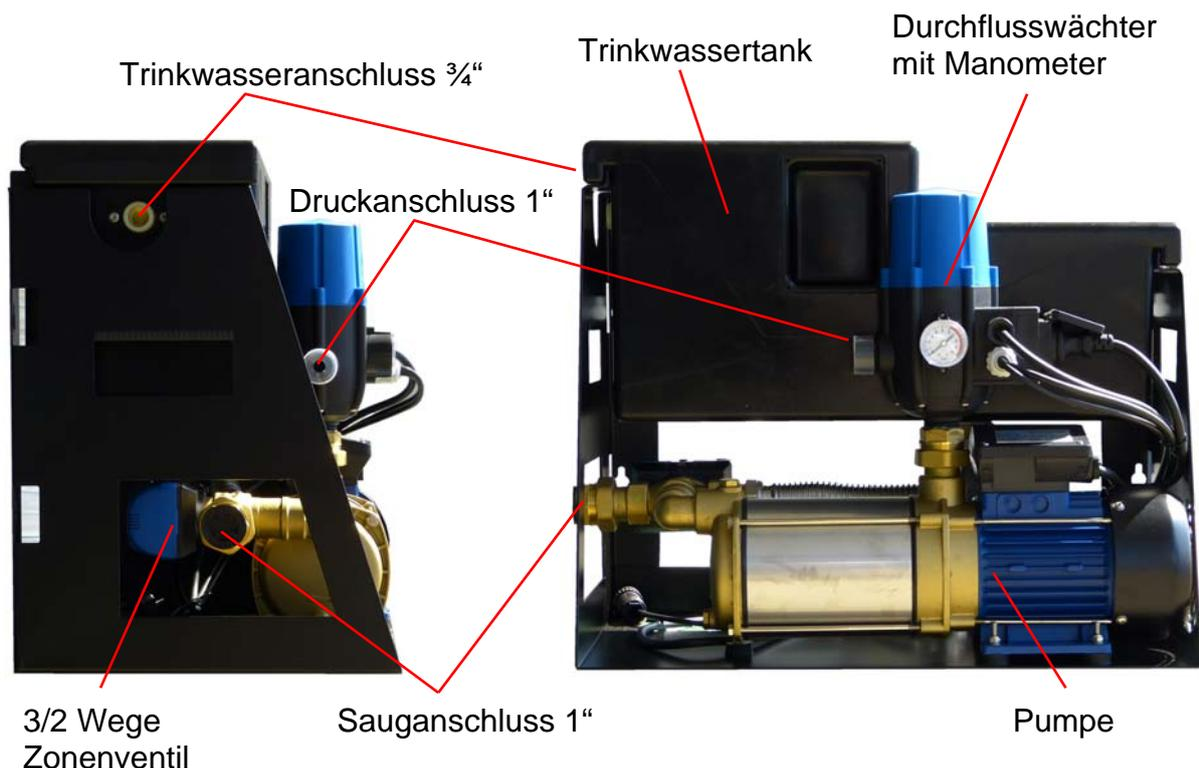

Abb.01
1. die Trinkwasserzuleitung mit dem ¾“ Außengewinde des Schwimmerventils, welches an der linken Seite austritt, verbinden (siehe Abb. 01).
- Saugleitung dicht und spannungsfrei mit dem 1“ Innenengewinde des 3/2-Wege Ventils (siehe Abb. 01) verbinden.
1. die Druckleitung zu den Verbrauchern über die mitgelieferte zweiteilige Verschraubung 1" mit dem in Abbildung 01 gezeigten 1" Anschluss verbinden.